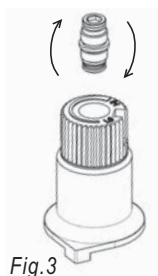

Fig. 3
- 15) Flip the screw (Fig. 3).